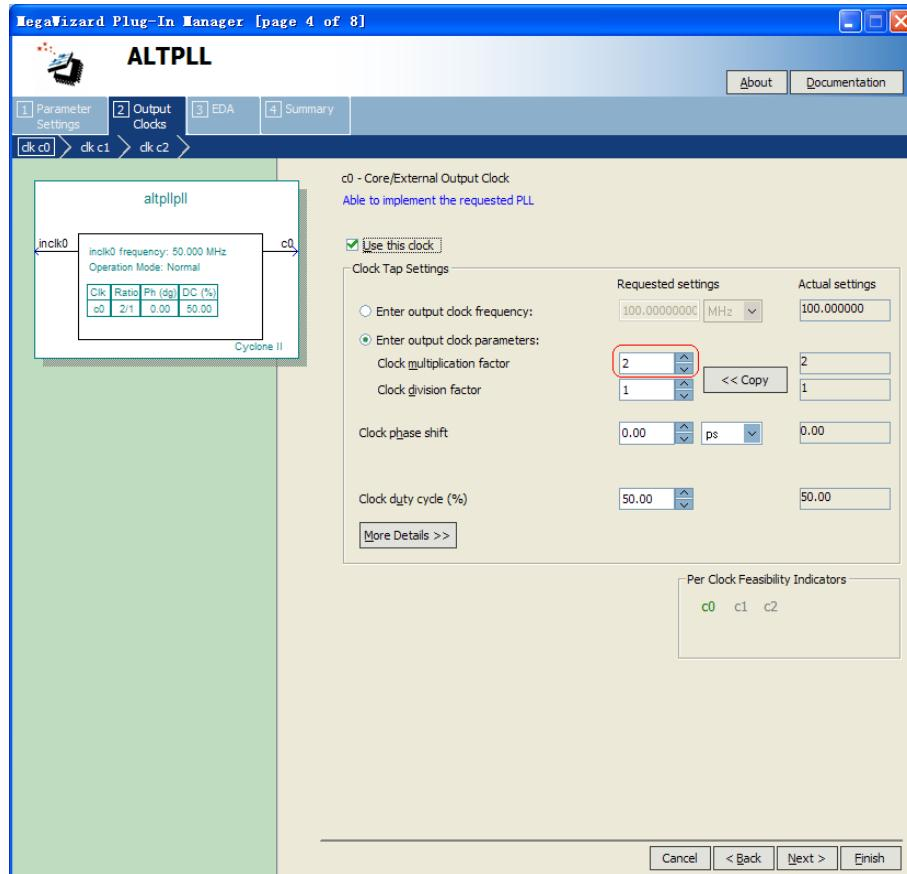
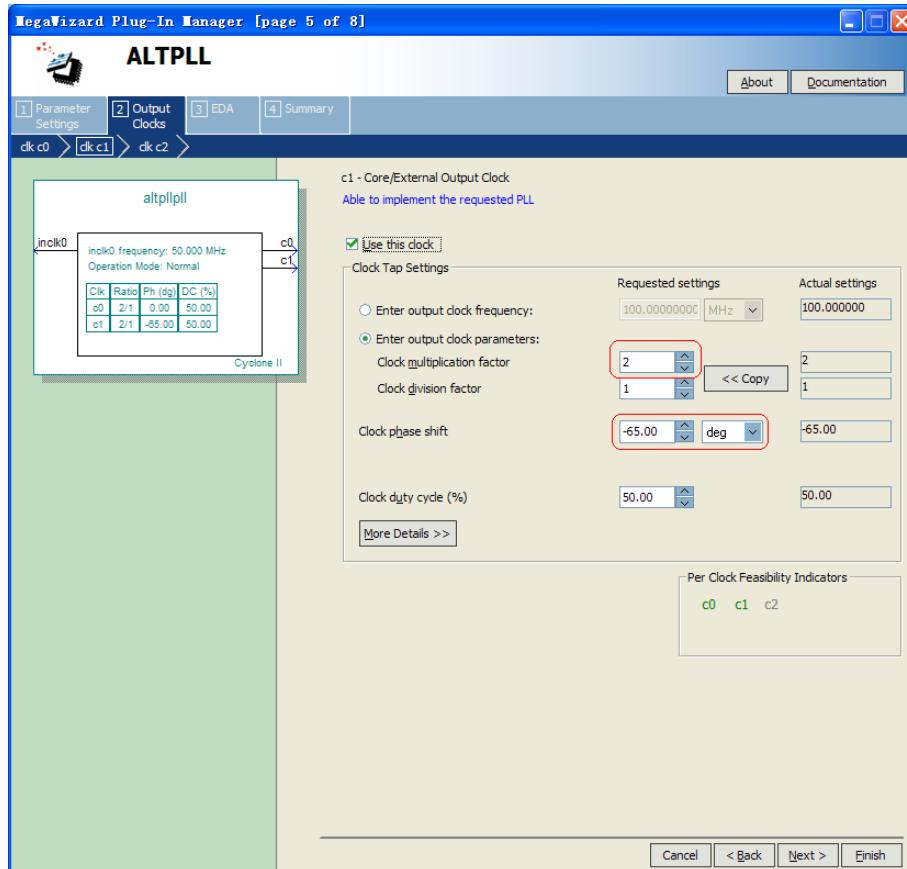

图 10-7 ALTPPLL 设置第四页
图 10-8 ALTPPLL 设置第五页
13. 来到第一个输出时钟的设置, 倍频选 2, 即给系统时钟 100MHz, 如图 10-7。第二输出时钟设为一个负 65 度相位的 100MHz 时钟, 给 SDRAM, 如图 10-8。